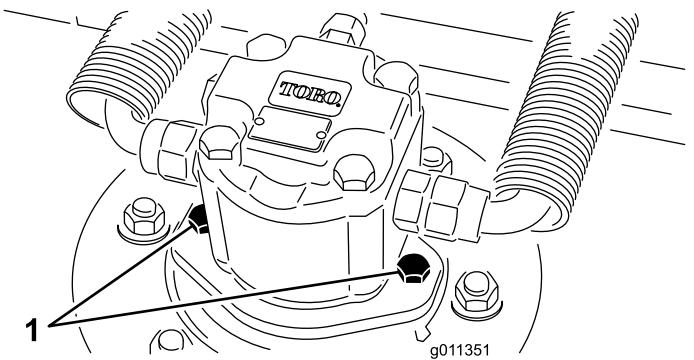

Figura 71
- Desconecte y retire el motor hidráulico de la unidad de corte (Figura 71). Tape la parte superior del eje para evitar la contaminación.
- Instale el motor hidráulico en la carcasa (Figura 71). Asegúrese de que la junta tórica está correctamente colocada y que no está dañada.